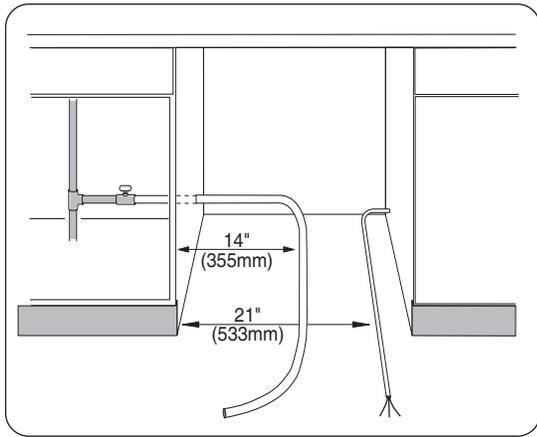

Ilustración 19
- 1 Enderece y acomode el tubo de alimentación de agua caliente y el cable de alimentación eléctrica como muestra la **Ilustración 19** de modo que queden en línea con sus propios canales en la base de la lavadora.